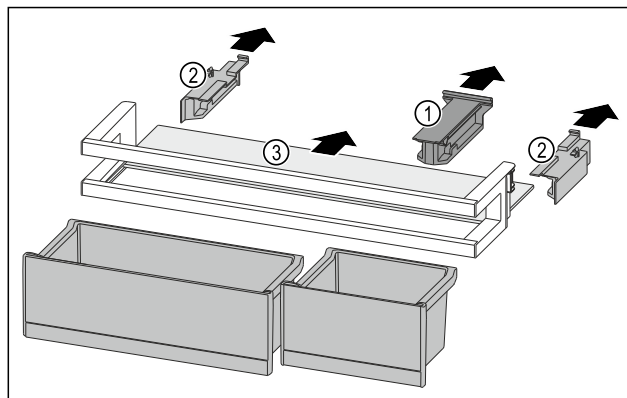

Fig. 137
- Halteteil Fig. 137 (1) abziehen.
- Seitenteile Fig. 137 (2) abziehen.
- Abstellfläche Fig. 137 (3) entnehmen.